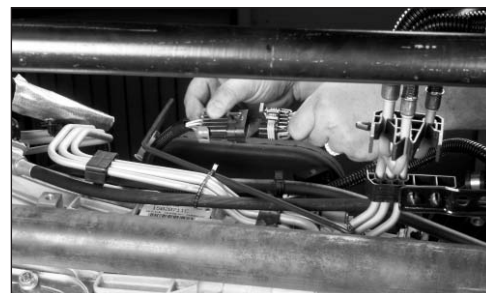

Abb. 15
18. Den nachgerüsteten GM Nebenantriebs-Verbindungsstecker links oben am Getriebe ausfindig machen. Den Chelsea Kabelbaum (379895) an den Verbindungsstecker anschließen (**Abb. 15**).